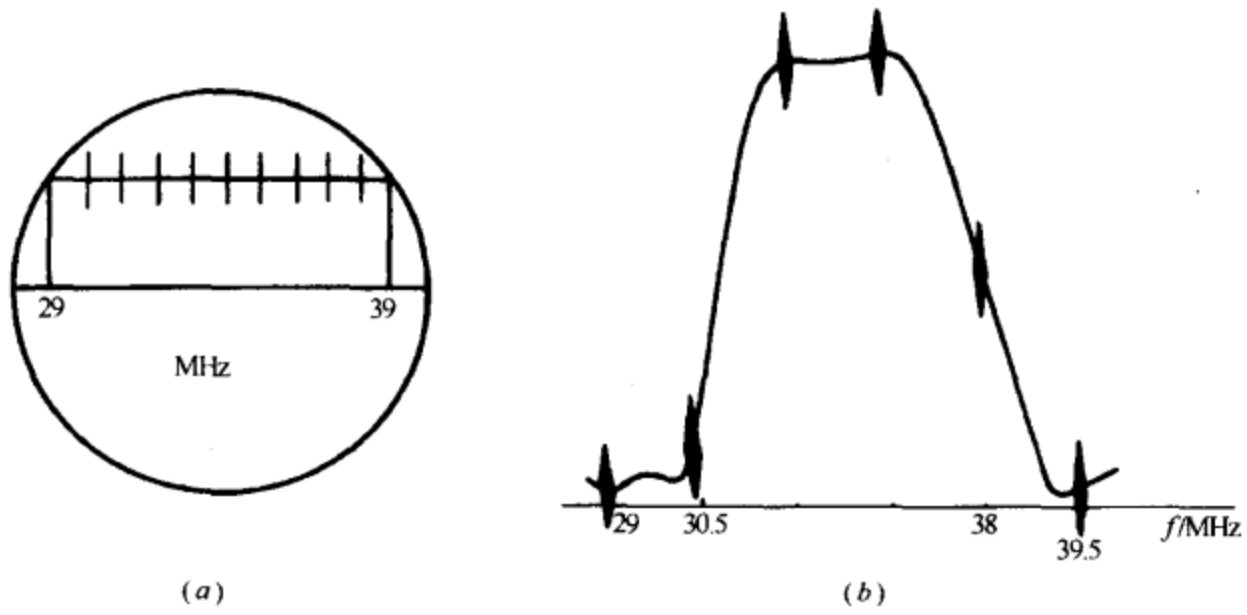

图 4-4 频标的作用
(1)用频标来选择扫频信号的频率范围。例如,要观察电视机中放电路的频率特性曲线,就要选出频率范围为 29MHz~39MHz 的扫频信号,选择频率范围时,先找到“零频标”(符号的形状特殊),再以零频标为准,将频率为 29MHz~39MHz 的扫频信号所对应的扫频线调出来,如图 4-4(a)所示。
(2)用频标来对曲线进行分析,只有借助频标才能分析电路的频率特性曲线是否符合设计要求。例如,电视机中放电路的频率特性曲线上,与频率为 38MHz 对应的那个点所对应的增益(Y 轴)是多少?是不是最高增益的 50%?如果没有频标,就不知道曲线上哪个点对应的频率为 38MHz,就无法进行具体分析,如图 4-4(b)所示。